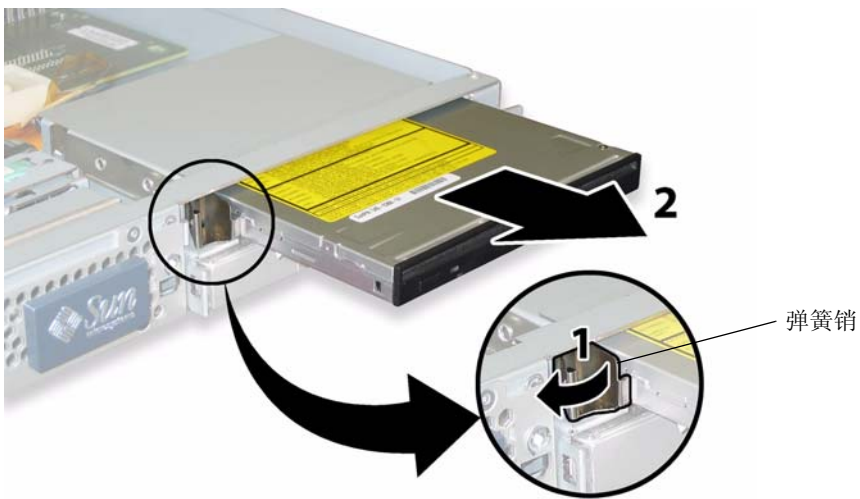

图 3-37 拆卸 DVD-ROM 光盘驱动器
- a. 将 DVD-ROM 光盘驱动器前面的弹簧销拉到左侧并按住它。请参见图 3-37。